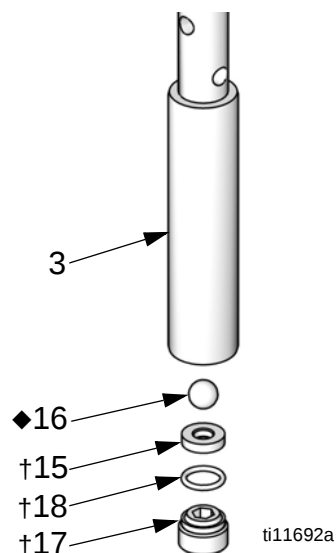

FIG. 5. Remplacez la bille et le siège du piston.
13. Retirez le joint torique (18†), le siège (15†) et la bille (16♦). Voir FIG. 5.